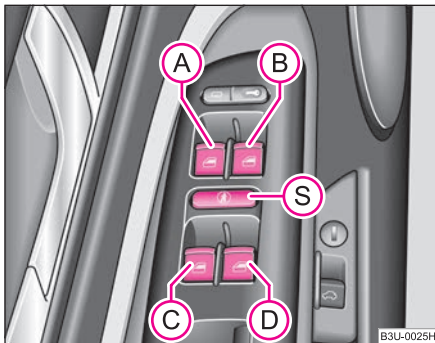

Fig. 30 Cotiera din ușa conducătorului: Elemente de comandă
Tastele pentru fiecare geam se găsesc în cotiera din ușa conducătorului ⇒ fig. 30, pasagerului din dreapta și în ușile din spate* ⇒ pagina 52.
Apăsând comutatorul de siguranță (S) ⇒ fig. 30, puteți scoate din funcțiune tastele din ușile din spate. Apăsând încă o dată comutatorul de siguranță (S), puteți restabili funcționarea tastelor din ușile din spate.
- Când se transportă copii pe locurile din spate, vă recomandăm să scoateți din funcțiune comutatoarele din ușile din spate (comutatorul de siguranță)  ⇒ pagina 51, fig. 30.